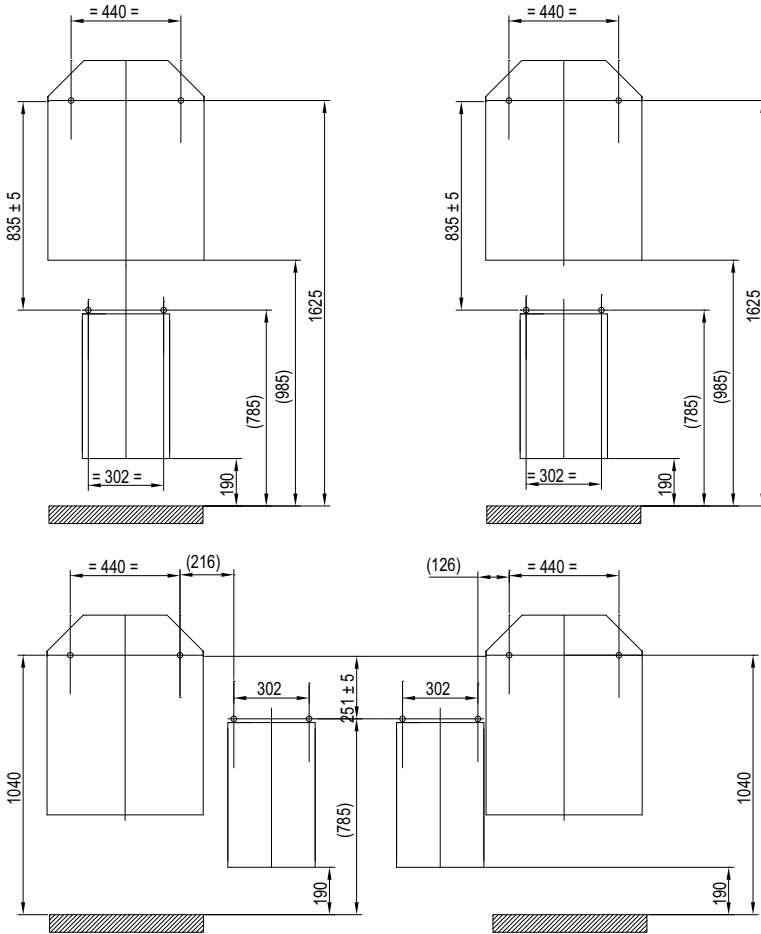

Fig. 7
1. Monteer WHR en cv-toestel volgens Fig.7 aan de wand. Zie voor verdere informatie betreffende montage aan de wand ook de handleidingen van WHR en cv-toestel.